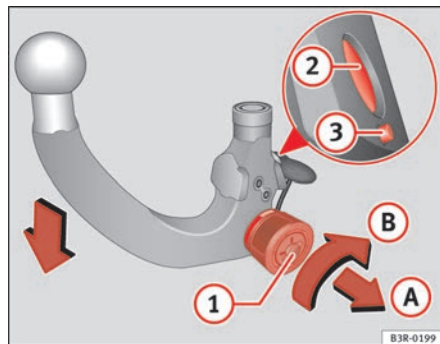

Fig. 160 Dispositivo di traino asportabile Caricare il gancio a testa sferica
- Inserire la chiave (1) ⇒ fig. 160 nella serratura della rotella e girarla verso il contrassegno rosso.
- Tirare la rotella in direzione della freccia (A), trattenerla e girarla in direzione della freccia (B) fino a quando non scatta il perno di bloccaggio (2) ed esce il perno di sbloccaggio (3) ⇒ ⚠.